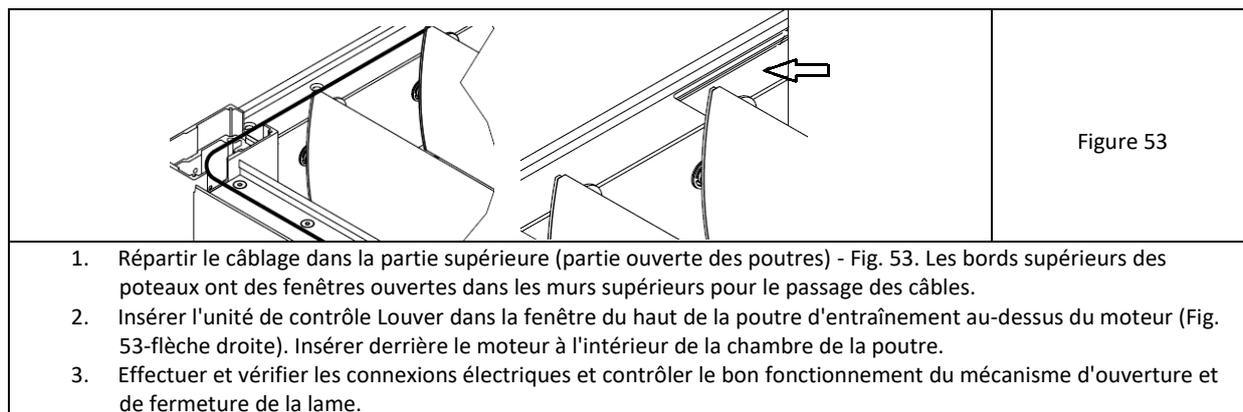

Figure 53
1. Répartir le câblage dans la partie supérieure (partie ouverte des poutres) - Fig. 53. Les bords supérieurs des poteaux ont des fenêtres ouvertes dans les murs supérieurs pour le passage des câbles.
2. Insérer l'unité de contrôle Louver dans la fenêtre du haut de la poutre d'entraînement au-dessus du moteur (Fig. 53-flèche droite). Insérer derrière le moteur à l'intérieur de la chambre de la poutre.